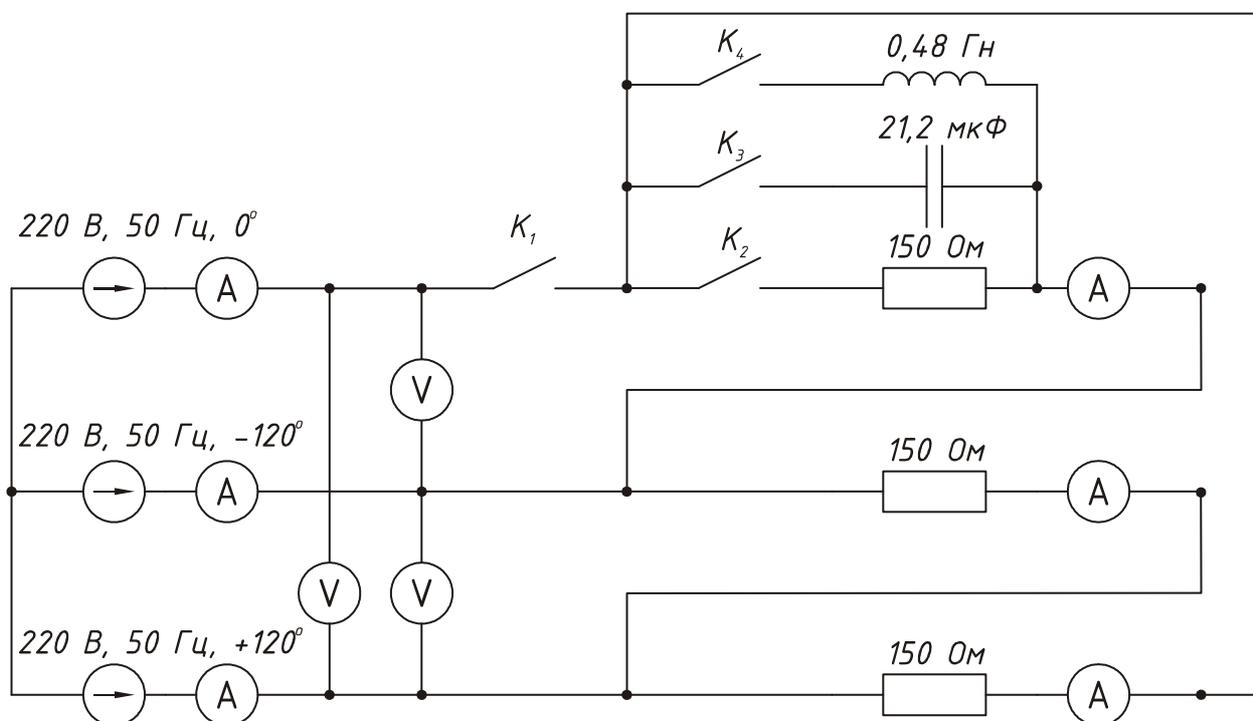

Рис. 5.1
2. Собрать схему, изображенную на рис.5.1.